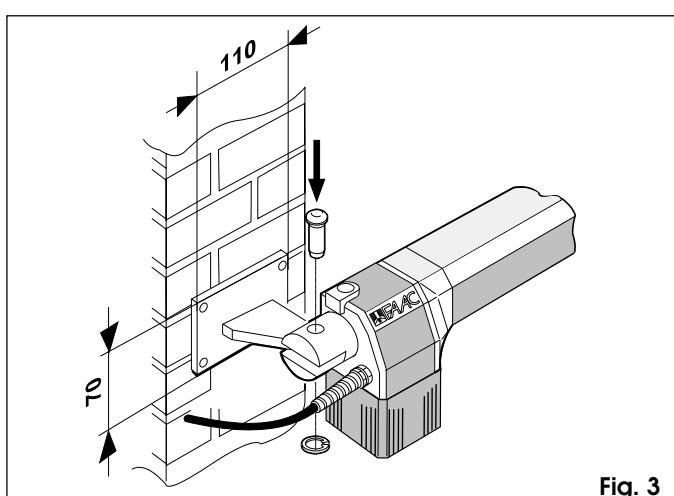

Fig. 3
Dans le cas de pilier en maçonnerie, prévoir d'abord la pose d'une plaque d'ancrage sur le pilier (fig. 3), puis souder la patte d'attache sur la plaque.
- Fixer l'opérateur à la patte d'attache arrière au moyen des vis fournies (fig. 3).
Attention: Les opérateurs fournis dans le kit sont en version droit et gauche. Pour une installation correcte, l'opérateur doit être positionné comme indiqué fig. 3.